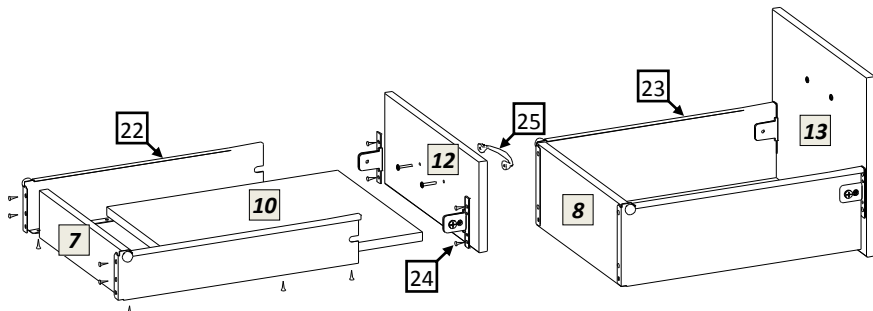

рис.2
- 5.4 Сборка выдвигающихся ящиков. Схема сборки ящиков показана на рис.2. Шурупами 4x16 соедините заднюю стенку, днище ящика и его фасад с металлическими боковинами направляющего механизма. На фасад ящика установите ручку.